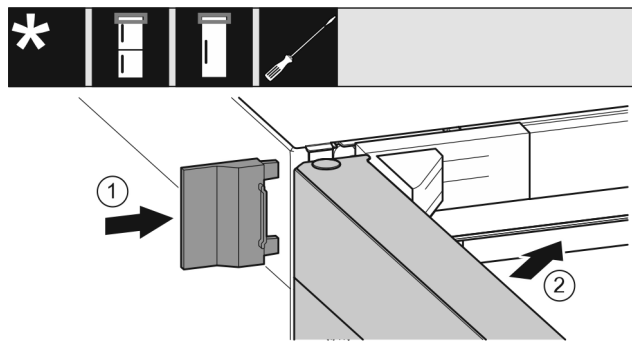

Fig. 23
- ▶ Împingeți apărătoarea exterioră. Fig. 23 (1)
- ▶ Închideți ușa superioară. Fig. 23 (2)